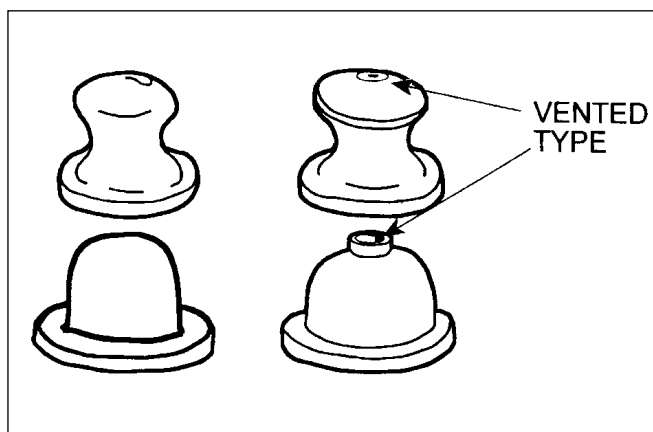

Abb. 26
d) ANDERE SCHWIMMERVERGASER MIT ANLASSEINSPRITZPUMPE (PRIMER) (Abb. 26)